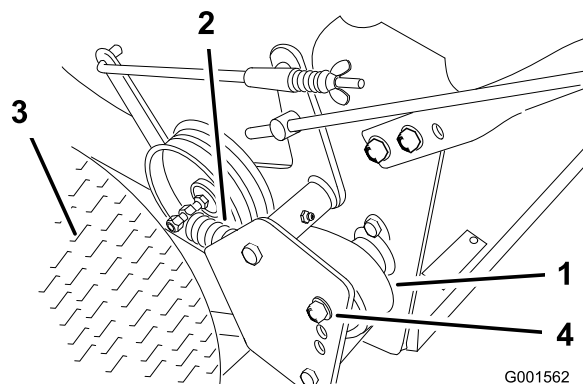

Figure 32
1. Enlevez la goupille fendue qui fixe la tige de frein au bras de frein pour détendre la poulie de tension de la courroie (Figure 32).
2. Enlevez les boulons inférieurs et desserrez les boulons supérieurs du déflecteur pour le faire pivoter et accéder à la courroie (Figure 32).
3. Soulevez la courroie et faites-la passer au-delà de la poulie de tension pour l'enlever de la poulie de d'entraînement (Figure 32).
6. Fixez le déflecteur avec les boulons retirés précédemment, serrés au couple correct (Figure 32).
7. Fixez la tige de frein au bras de frein avec la goupille fendue (Figure 32).